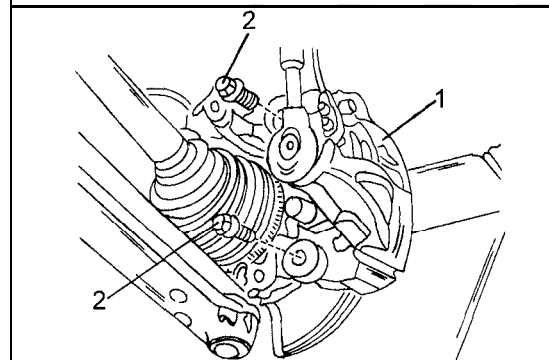

Bild 268
- Den Bremsschlauch und das elektrische Kabel der Bremsklotzverschleissanzeige von den Befestigungsstellen an der Vorderachse abschliessen oder den Bremssattel abschrauben und mit einem Stück Draht an geeigneter Stelle festbinden, ohne den Sattel vom Schlauch abzuschrauben. In Bild 268 ist der Bremssattel zusammen mit den Befestigungsschrauben gezeigt.